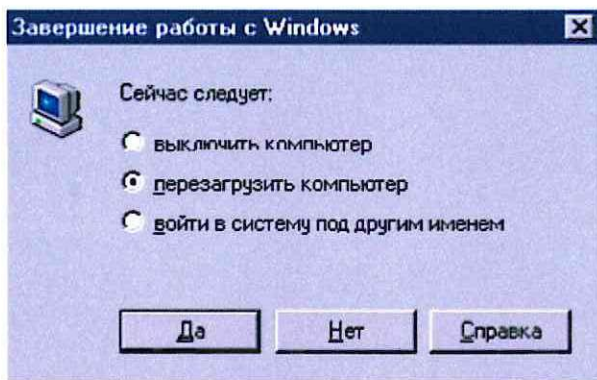

Рисунок 1. Включение/перезагрузка системного блока АРМ ДСП.
7.1.2 Включаем (перезагружаем) системный блок АРМ ДСП (Рисунок 1).